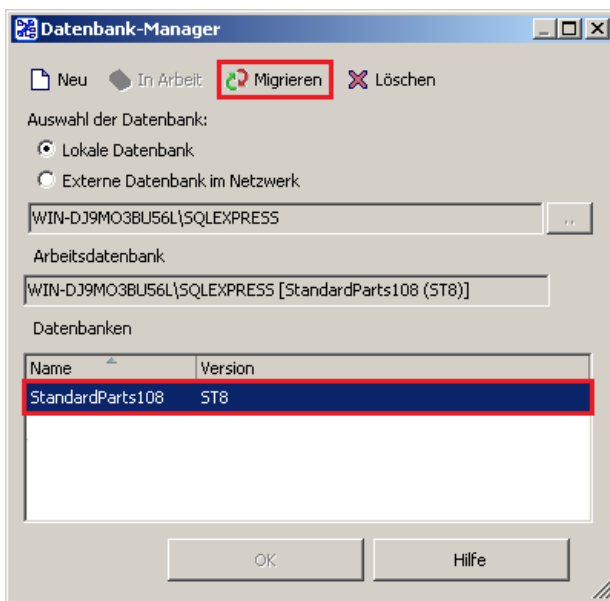

Abbildung 24
- 8.2. Wählen Sie Ihre bisherige Arbeitsdatenbank (hier die der ST8) aus und klicken Sie auf den Button „Datenbank migrieren“ (Abb. 24) und bestätigen Sie die Nachfrage mit einem Klick auf „Ja“.